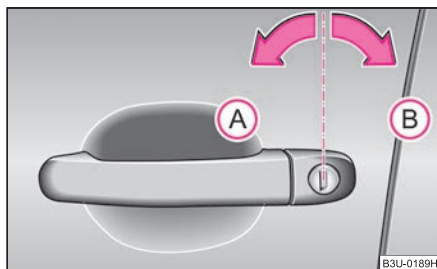

Fig. 22 Rotations de la clé pour ouvrir et fermer
- Tournez la clé dans la serrure de la portière conducteur vers la gauche pour la mettre sur la position d'ouverture (A) ⇒ fig. 22.
- Tournez la clé dans la serrure de la portière conducteur vers la droite sur la position de fermeture (B) ⇒ fig. 22.